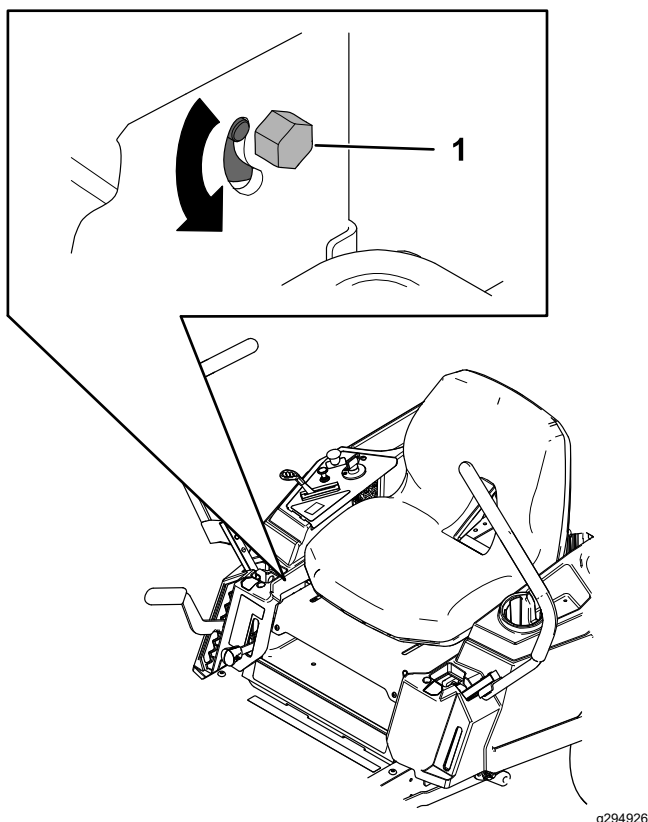

Figura 48
3. Localice el perno de ajuste de la dirección cerca de la palanca de control de movimiento del lado que debe ajustarse (Figura 48).